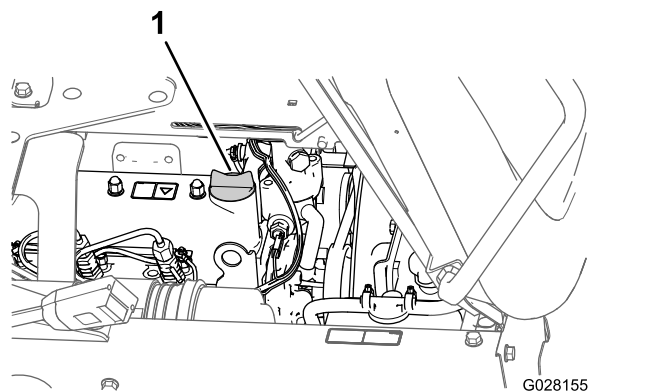

Figura 71
5. Retire el tapón de llenado de aceite del cuello de llenado de la tapa de válvulas del motor, y vierta lentamente aproximadamente el 80% de la cantidad especificada de aceite por el cuello de llenado (Figura 71).
8. Instale el tapón de llenado de aceite en el cuello de llenado (Figura 71).